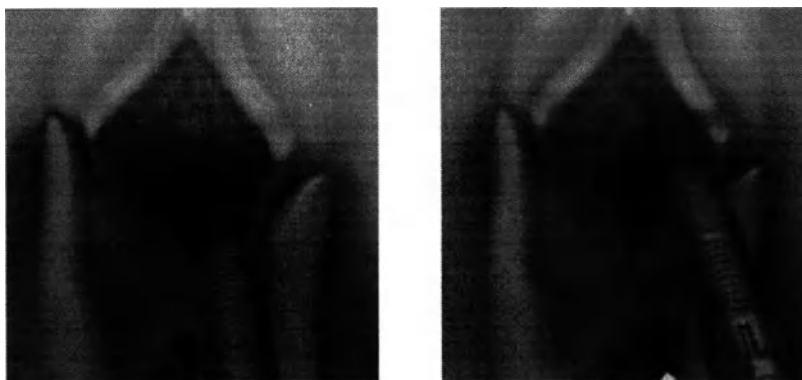

Рисунок 5.27 Облучение преддверия и входа во влагалище.
- Выпускайте лазерные импульсы на обнаженное преддверие, включая отверстие уретры, облучая фракционированным лазерным лучом поперек всей области преддверия и входа в область (См. Рис. 5.27).